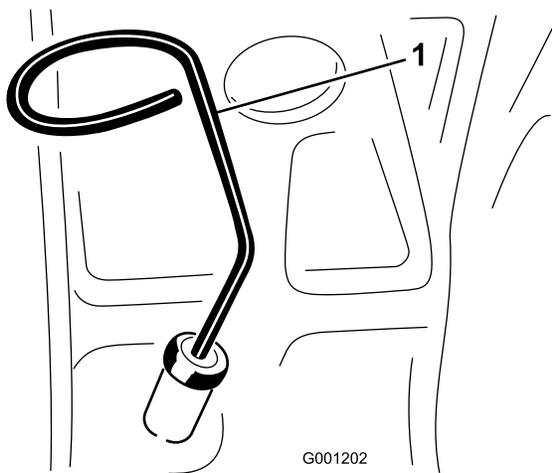

Figura 21
2. Togliete l'asta di livello (Figura 21), tergetela e reinseritela. Rimuovete l'asta e controllate il livello dell'olio. Il livello dell'olio deve raggiungere il segno di pieno, Full, sull'asta di livello.